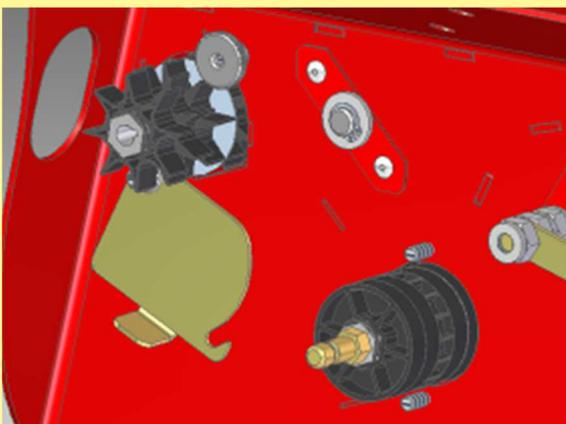

Figure 31
- Le nouveau rouleau de dosage peut maintenant être installé dans l'appareil (Figure 31).